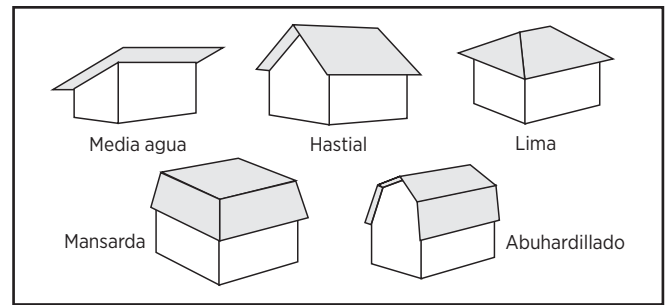

Figura GI-3
**Techo a cuatro aguas** - Tipo de techo con planos inclinados de la misma pendiente en cada uno de sus cuatro lados. No contiene aguilonos (Figura GI-3).
**Techo a dos aguas** - Tipo de techo que contiene dos planos inclinados de diferente pendiente a cada lado de la cumbre. El plano inferior tiene una pendiente más pronunciada que el superior. Contiene un aguilon en cada extremo (Figura GI-3).
**Techo de cobertizo** - Techo que contiene un solo plano inclinado. No presenta limas, crestas, limahoyas ni aguilonos (figura GI-3).
**Techo de mansarda** - Tipo de techo que contiene dos planos inclinados de diferente pendiente en cada una de sus cuatro caras. El plano inferior tiene una inclinación mucho mayor que el superior, a menudo cercana a la vertical. No contiene aguilonos (Figura GI-3 en la página anterior).